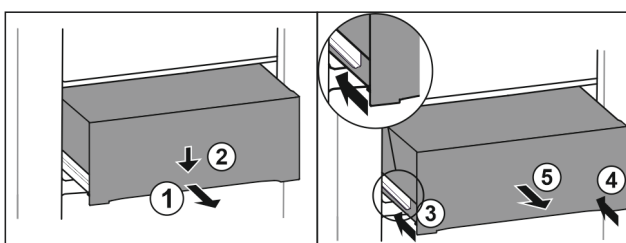

Fig. 86
- ▶ Изтеглете чекмеджето наполовина. Fig. 86 (1)
- ▶ Натиснете надолу чекмеджето от предната страна. Fig. 86 (2)
- ▶ Вкарайте лявата релса приблизително 2 cm навътре. Fig. 86 (3)
- ▶ Вкарайте дясната релса приблизително 2 cm навътре. Fig. 86 (4)
- ▶ Извадете чекмеджето напред. Fig. 86 (5)